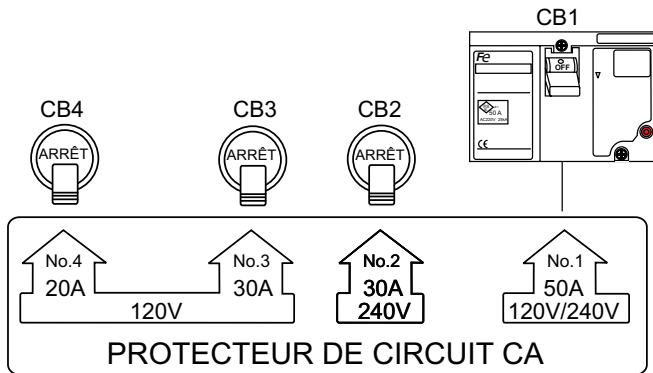

**Figure 48. Disjoncteurs en position d'arrêt**
1. Placer les disjoncteurs **principal** (CB1), duplex (CB4) et **auxiliaire** (CB2/CB3) comme indiqué dans Figure 48 à la position d'arrêt.